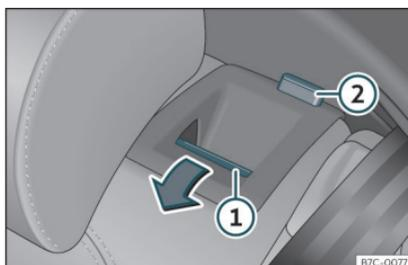

Fig.102 Banquette arrière : rabattre le dossier.
- Appuyez sur la touche de déverrouillage »» fig. 102 ① vers l'avant en rabaisant simultanément le dossier. Le dossier arrière est débloqué quand le repère rouge est visible sur la touche ②.
Le dossier arrière est débloqué quand le repère rouge est visible sur la touche »» fig. 102 ②.